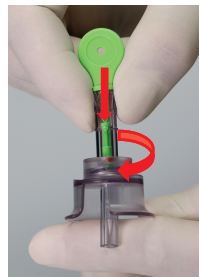

figura 5
d) Introduzca la jeringuilla en el adaptador de llenado con una vuelta en sentido horario, como se muestra en la figura 5. Deslice el manguito protector fuera de la punta del adaptador de llenado.